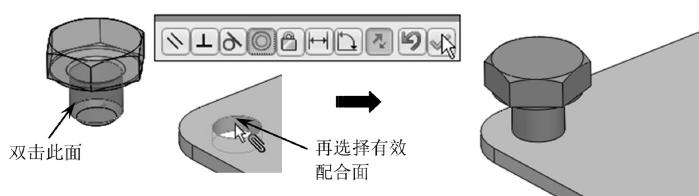

图 7-37 使用 SmartMates 功能
- SmartMates (智能配合) ：此功能可以实现智能装配。单击此按钮，然后在图形区中双击要装配的零部件的配合面（或边、点），该零部件透明显示，接着在固定零部件中选择一个与之相配合的有效面（或边、点），在随后弹出的【配合】选项卡中单击【添加/完成配合】按钮，自动完成装配过程，如图 7-37 所示。